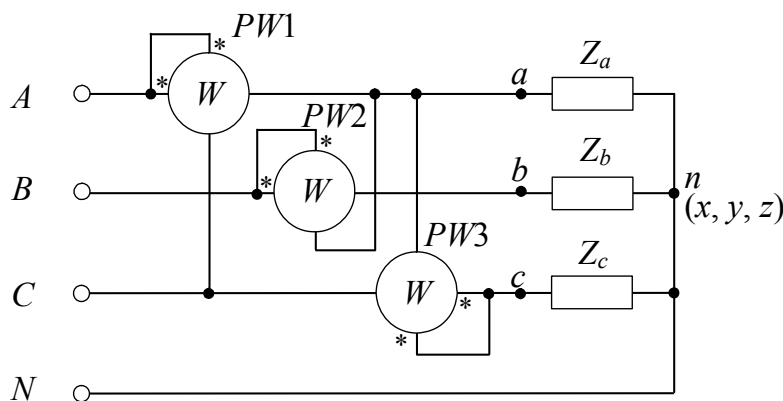

Рис. 42. Схема измерения реактивной мощности при несимметричной нагрузке
Для измерения реактивной мощности при несимметричной нагрузке ваттметры включаются по схеме рис. 42.
7. Почему ваттметр  $PW1$  (схема на рис. 42) дает отрицательное показание при индуктивной нагрузке?